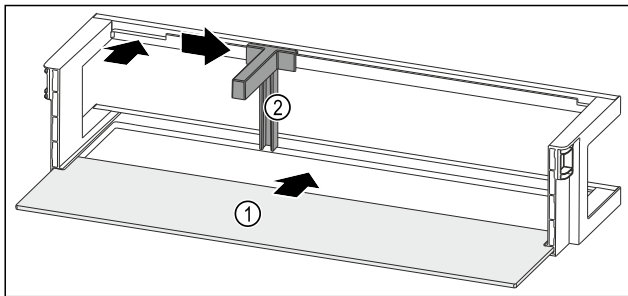

Fig. 119 Vratna polica z odlagalno polico
- ▶ Odlagalno polico Fig. 119 (1) vstavite v stranske utore.
- ▶ Vstavite držalo za steklenice Fig. 119 (2) v odprtino.
- ▶ Držalo za steklenice Fig. 119 (2) potisnite na stran do železnega položaja.